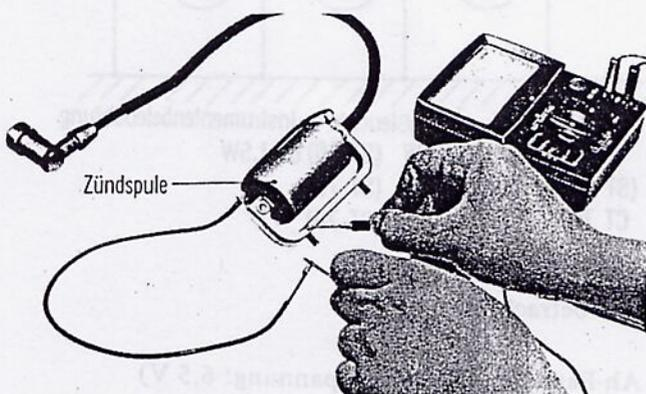

Abbildung 104
- (2) Ein weiteres Verfahren besteht darin, den Widerstand der Zündspule und der Primärspule des Schwunglichtmagnetzünders zu messen. (Abbildung 104)